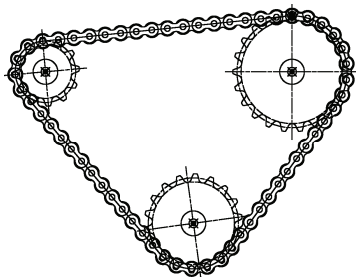

图 12-31 最终效果图
6) 利用“旋转”(参照方式)命令,参照上一例中的“皮带轮结构的绘制”,将没有对齐的两个链轮进行与链条对齐,最终效果如图 12-31 所示。